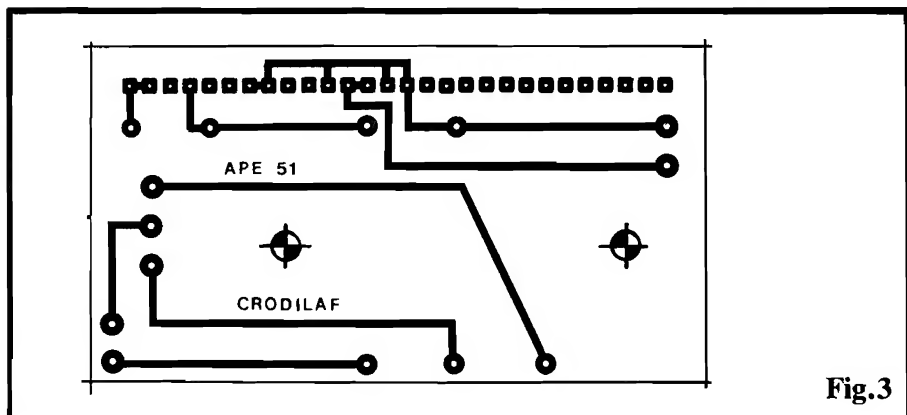
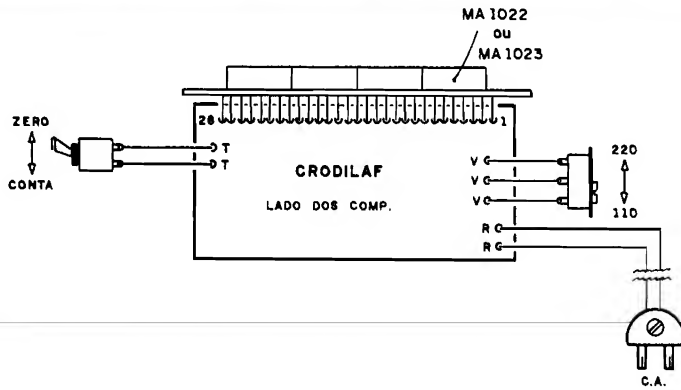

Fig.3
Fig.5
- FIG. 3 - DO CIRCUITO IMPRESSO ESPECÍFICO (PLACA DE "APOIO"...). Na verdade, a placa de "apoio" do circuito do CRODILAF tem mais funções "mecânicas" do que eletro-eletrônicas... Com isso, a sua disposição cobreada de ilhas e pistas (vistas em tamanho natural no diagrama...) torna-se extremamente simples, de fácil realização... Notar, com especial atenção, a linha de 28 ilhas/furos acompanhando a borda superior da placa (na figura...). A tal "fila" de
- FIG. 5 - CONEXÕES EXTERNAS À PLACA - Ainda vista pelo lado não cobreado (o mesmo mostrado no diagrama anterior...), a placa de "apoio" tem, agora, claramente ilustradas as ligações externas... Os terminais do interruptor simples (chave "zero-conta") vão aos pontos "T-T"; as conexões da chave de Tensão ("110-220") vão aos pontos "V-V-V" exatamente conforme mostrado (observar o sentido de atuação do "botão" da dita chave...). O cabo de força ("rabicho") tem seus dois fios ligados aos pontos "R-R"... Finalmente (e essa é a fase mais delicada das inter-conexões e ligações externas...) o módulo híbrido deve ser ligado à placa de "apoio" através de um multi-conector inter-placas, composto de 28 pinos em "L" (90°). Durante as soldagens dos pinos em "L" desse multi-conector, observar que apenas os pinos realmente utilizados no módulo híbrido (números 1-2-4-7-8-11-12-13-14-15, conforme se vê do esquema - fig. 1, e do lay out do Impresso, fig. 3...) precisam ser soldados às respectivas ilhas... Dá mesma forma, na placa de "apoio", todas as ilhas da barra de 28 contatos, que se encontram "soltas" (sem trilhas cobreadas a elas anexadas...) também não precisam ser soldadas... A simples inserção das extremidades dos conectores em "L" nos respectivos furos